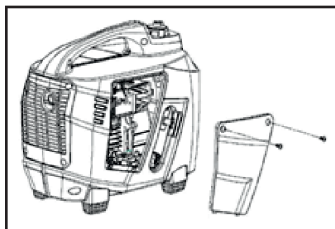

Рис. 4
2. Открутите два винта крепления и снимите крышку сервисного доступа (Рис. 4).